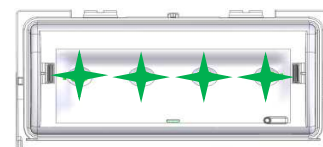

Fig.2 "Veille"
- Mettre sous tension : *les Leds de sécurité s'allument en veille* (fig.2)
- Remettre l'alimentation secteur de l'installation : *Les Leds repassent en veille* (fig.2)